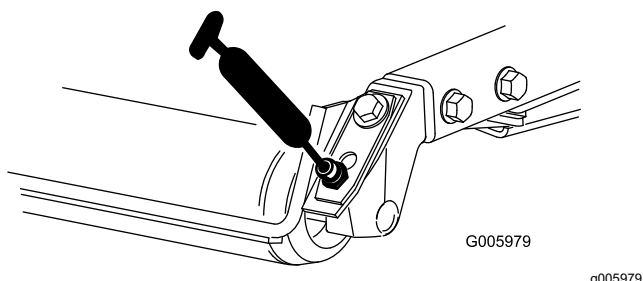

Рисунок 43
- Подшипники заднего валика (по 2 шт. на каждом режущем блоке), как показано на Рисунок 43